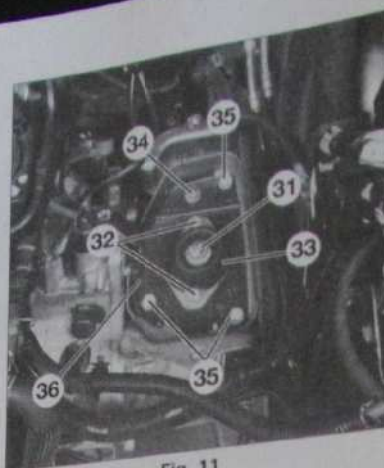
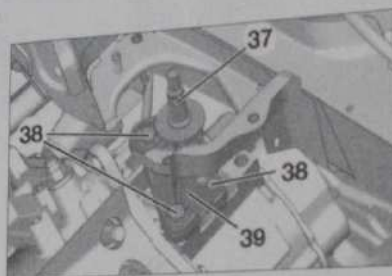

Fig. 11
Fig. 12
- l'écrou d'axe de support élastique (31) (Fig.11),
- les écrous de cale élastique (32),
- la cale élastique (33),
- l'écrou de fixation de la platine (34),
- les fixations de platine (35),
- la platine (36),
- l'axe du support élastique (37) et sa rondelle (Fig.12),
- les vis (38),
- le support (39),